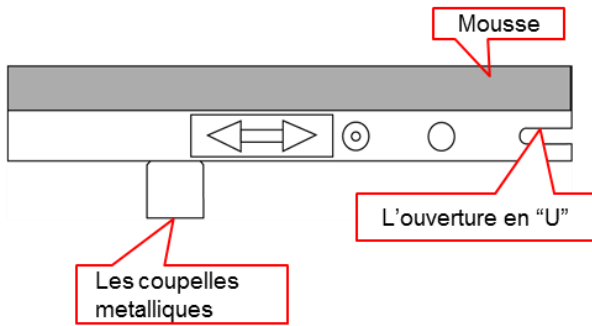

Figure 1
1. Placer les quatre (4) canaux d'aluminium en carré, mousse vers le haut. Glisser l'ouverture en « U » sur l'extrémité de chaque canal (fig. 1) et du gousset de coin vers les oeilletons de laiton jusqu'au verrouillage.
9. Pousser la tige de support vers le bas et insérer le bout supérieur de la tige dans la coupelle sur le cadre de la hotte (fig. 1).